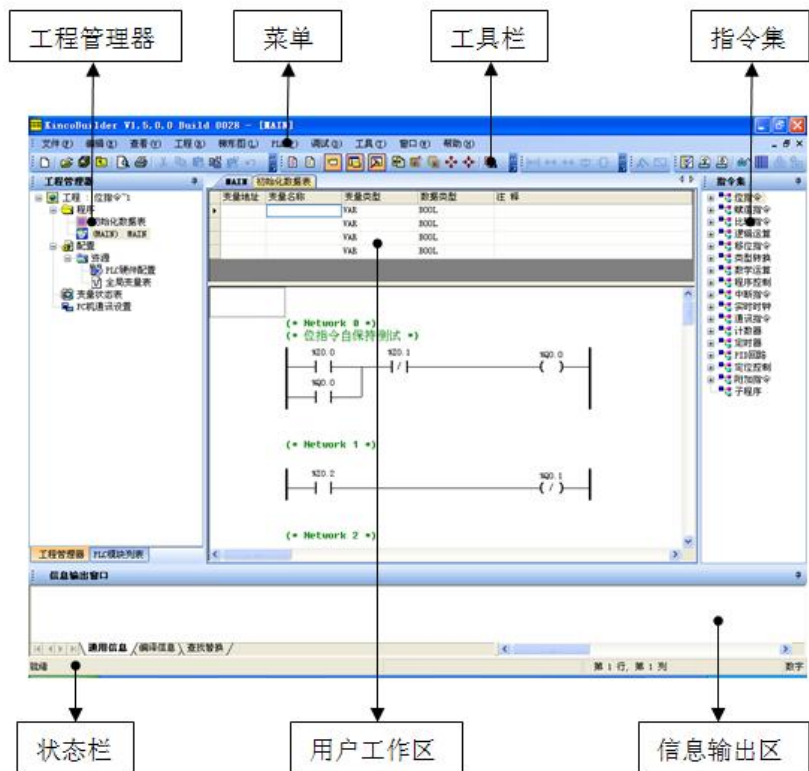

图 2-3 KincoBuilder 界面
- 用户工作区：这是用户使用的主要区域，用户可以在此打开硬件配置窗口、全局变量表、编辑器等窗口，完成配置硬件、声明全局变量、编辑程序等任务。图 2-3 中显示的是编辑器，包括区域上部的变量定义表格和区域下部的程序编辑器（又分为 LD 编辑器、IL 编辑器）。